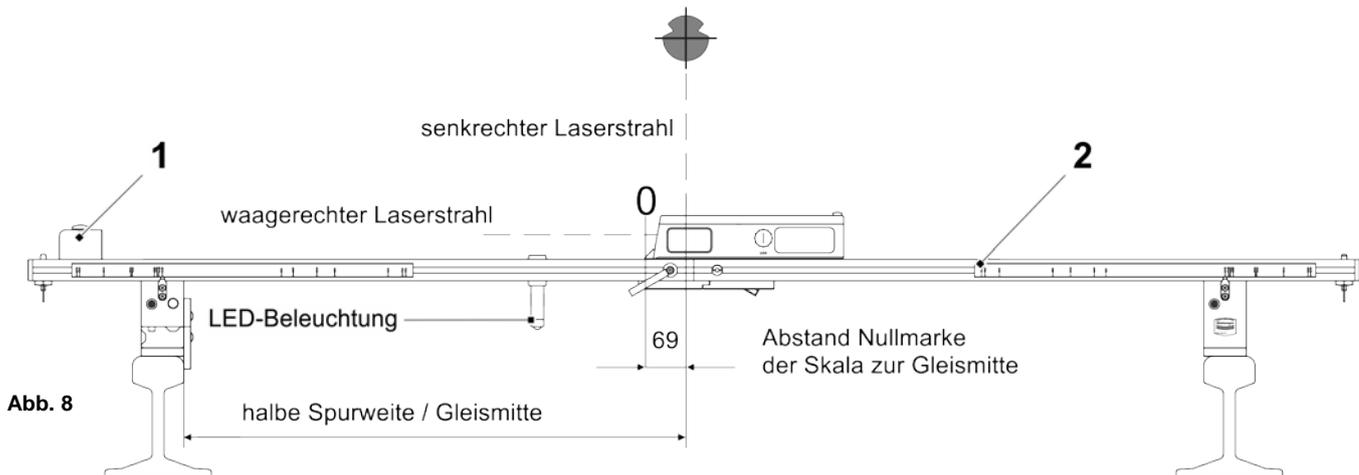

Abb. 8
- Messschiene (2, Abb. 8) rechtwinklig über das Gleis mit dem isolierten Anschlag an eine Gleisschiene anlegen.
- Mit gedrückter Bremse den Laserstrahlreflektor (1, Abb. 8) auf die Messschiene bis an den roten Anschlag in der Messschiennut schieben.
- Für einen unbehinderten Laserstrahl zum seitlichen Mast ggf. den Laserstrahlreflektor (1, Abb. 8) von der Messschiene entfernen. Der Laserstrahlreflektor kann in die Führungsnuten des breiten Messschiensfußes geschoben und dort gelagert werden.